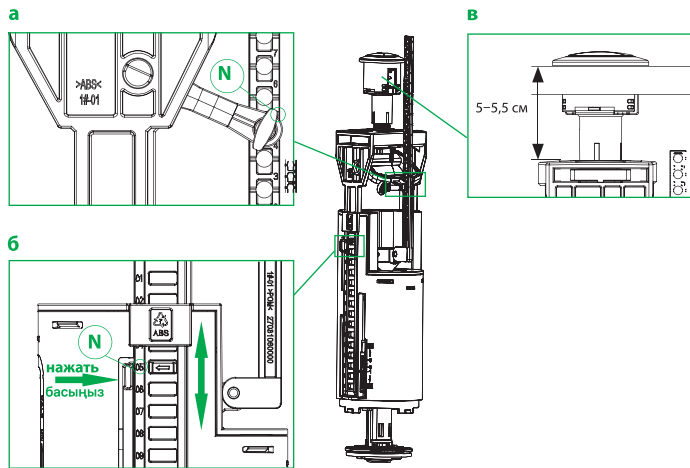

Рис. 4 / 4-сур.
- Отрегулируйте высоту коромысла (рис. 4б). Необходимо учесть, что верхняя часть платформы коромысла должна располагаться на 5–5,5 см ниже верхней кромки отверстия в крышке бачка (рис. 4а). Для упрощения регулировки коромысла рекомендуем отсоединить корпус выпускного клапана от седла, повернув его против часовой стрелки.
- Отрегулируйте положение тяги (рис. 4а). Обратите внимание, что количество отверстий на тяге должно соответствовать цифре на коромысле (рис. 4б).